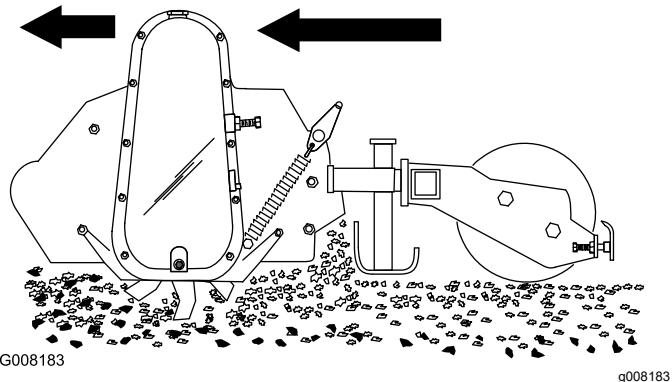

Bild 9
1. Senken Sie den Bodenaufbereiter auf den Boden ab und stellen Sie sicher, dass das Kettengehäuse senkrecht zum Boden steht (Bild 9).